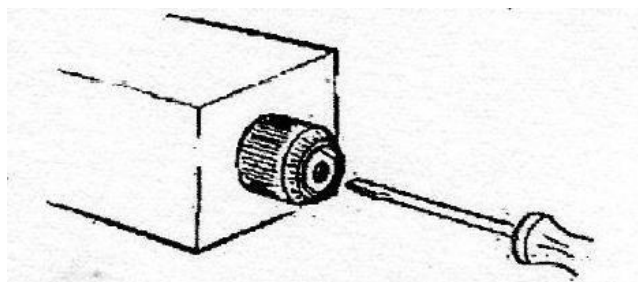

Рисунок 40
- с помощью отвёртки нажмите штифт на середине электрического вентиля (Рисунок 40) для того, чтобы вручную открыть электрический вентиль, который после длительного периода простоя может быть закрыт;